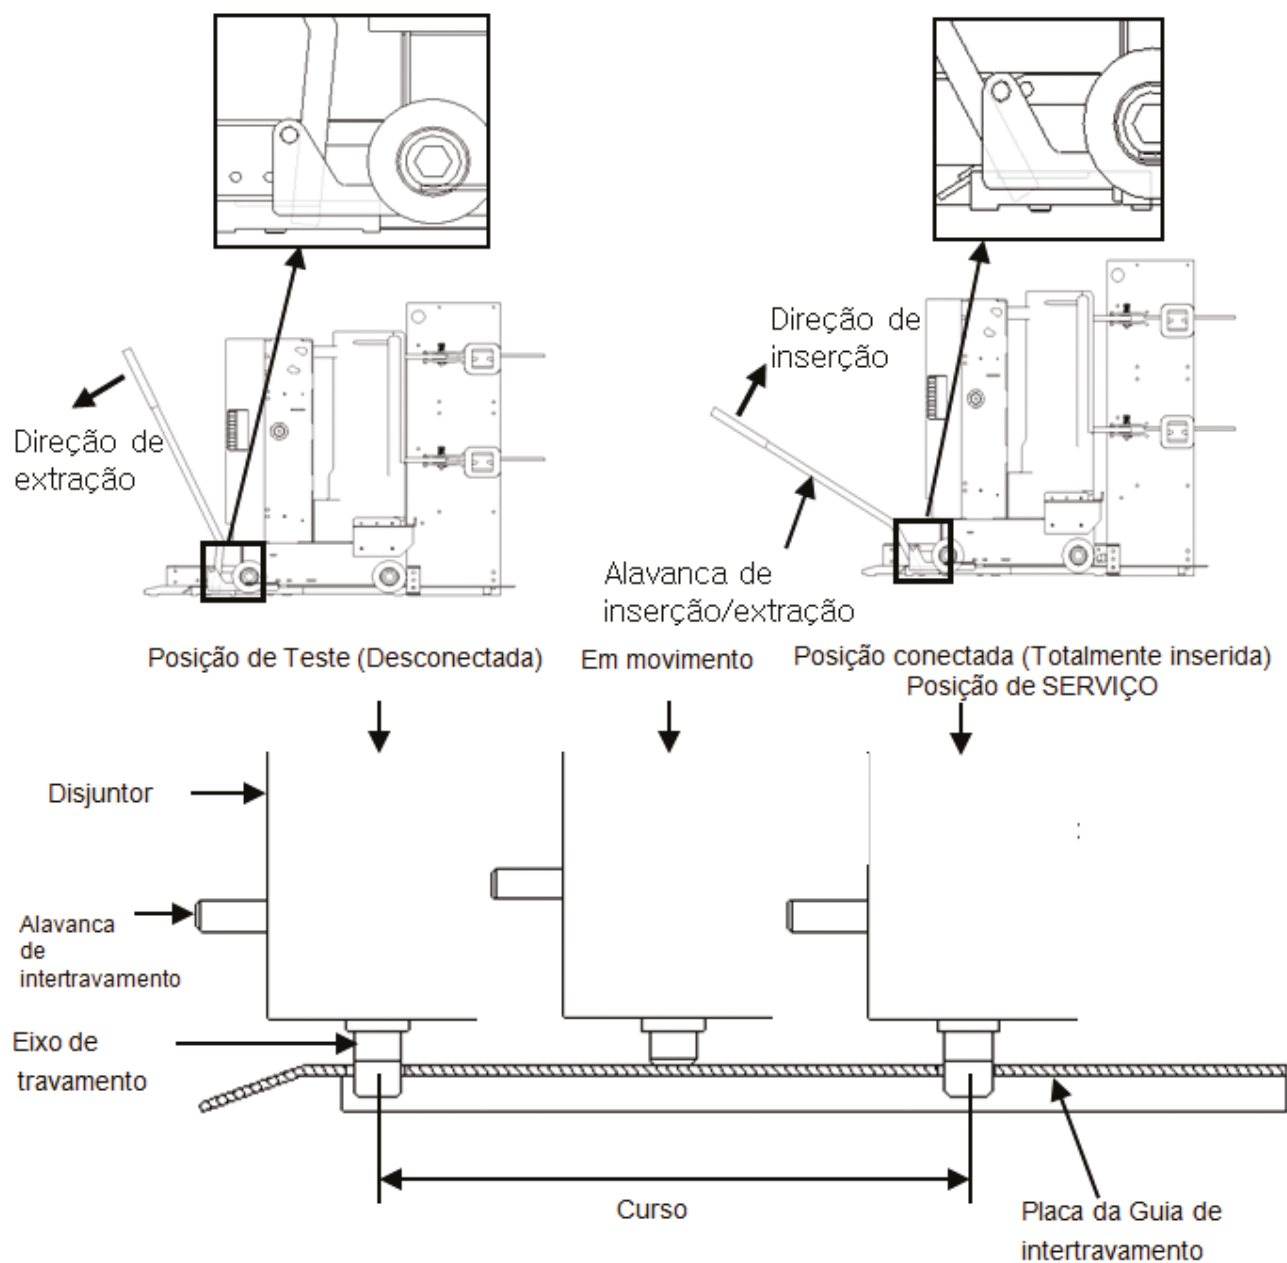

Figura 7 - Operação de inserção/extração.
- ① Remova o suporte para fixação do interruptor a vácuo antes da movimentação.
- ② Aperte o botão "OFF" (vermelho) na frente do disjuntor e verifique se o indicador de contato mostra "OFF".
- ③ Após as duas rodas laterais do disjuntor serem posicionadas em ambos os trilhos do invólucro, empurre o disjuntor gentilmente até a posição de TESTE (Figura 7)
- ④ Levante a alavanca de intertravamento localizada na frente do disjuntor suficientemente para remover o pino de intertravamento do furo da placa de intertravamento.
- ⑤ Quando a alavanca de intertravamento estiver levantada, empurre o disjuntor gentilmente até que o disjuntor pare e você pode soltar a alavanca de intertravamento durante a movimentação.
- ⑥ Insira a alavanca de inserção/extração no guia de inserção primeiro e então coloque a ponta da alavanca de inserção/extração dentro do furo retangular da placa de intertravamento.
- ⑦ Empurre e insira o disjuntor para a posição SERVIÇO como na figura 7.
- ⑧ Nesta posição, empurrar e inserir o disjuntor até uma alavanca de intertravamento na frente do disjuntor cair para o nível mais baixo e ao mesmo tempo, o pino de intertravamento estará dentro do furo da placa de intertravamento. É a posição de serviço completo. (Figura 7)
- ① Pressione o botão "OFF" do disjuntor e então verifique se o indicador de contato mostra "OFF".
- ② Primeiro insira a alavanca de inserção/extração na guia de extração e então coloque a ponta da alavanca de inserção/extração no furo retangular da placa de intertravamento.
- ③ Empurre esta alavanca de intertravamento e desconecte o pino de intertravamento do furo da placa de intertravamento.
- ④ Neste estado, puxe a alavanca de inserção/extração para a direção descrita na Figura 7 e você pode soltar a alavanca de intertravamento durante a movimentação.
- ⑤ Puxe o disjuntor até que ele saia do invólucro. Então, a alavanca de intertravamento será movida para o furo na frente da placa de intertravamento e o pino de intertravamento será inserido neste furo. É a posição de TESTE. (Figura 7).